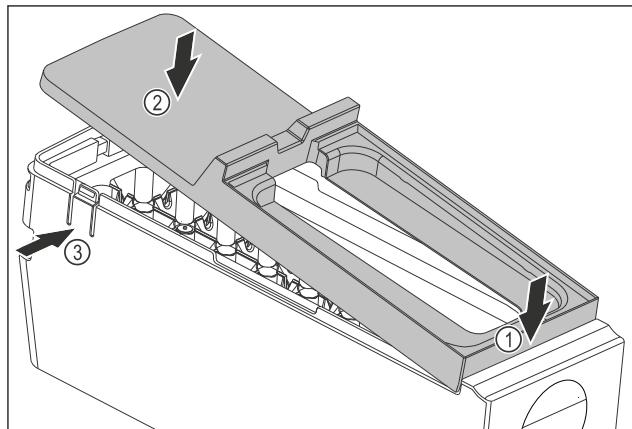

Fig. 94
- Смонтируйте крышку корпуса EasyTwist-Ice: Установите крышку спереди. Fig. 94 (1)
- Опустите крышку сзади. Fig. 94 (2)
- ▷ Крышка со щелчком фиксируется в накладках Fig. 94 (3).